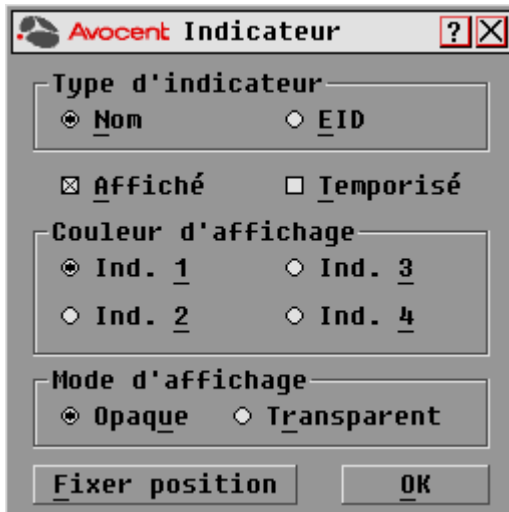

Figure 3.8 : Boîte de dialogue Indicateur de l'interface OSCAR
2. Cliquez sur *Config. – Indicateur* pour ouvrir la boîte de dialogue Indicateur, comme indiqué à la Figure 3.8.